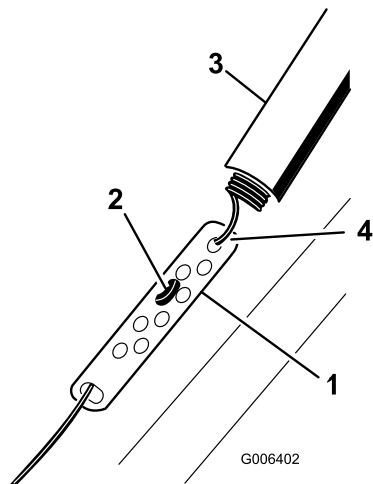

Figura10
1. Glisați în sus capacul arcului și desprindeți arcul de pe tija de reglare (Figura10).
2. Dacă este necesar, deplasați garnitura în Z la un orificiu superior sau inferior de pe tija de reglare pentru a obține un spațiu de 2 mm - 3 mm între bara de comandă și mâner (Figura10).